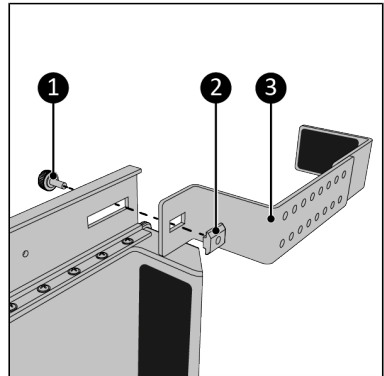

Abbildung 149.
- Schrauben Sie die Halterung (Abbildung 149, Pos. 3) mit der Knopfschraube (Abbildung 149, Pos. 1) an der Hauptschiene in der vorderen Position fest. Stellen Sie sicher, dass Sie die Knopfschraube mit der Gleitmutter verbinden (Abbildung 149, Pos. 2).